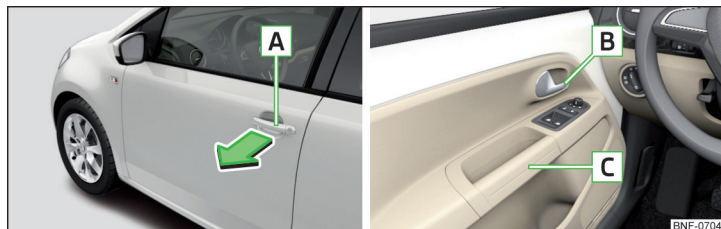

Fig. 30 Mănerul portierei/maneta de deschidere a portierei
- Pentru **deschiderea din exterior**, descuriați autovehiculul și trageți de mânerul portierei  în sensul săgeții » fig. 30.